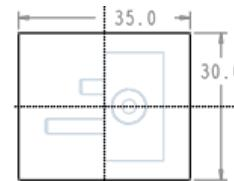

图 10.6 截面草图
(1) 选择命令。单击 **模具** 功能选项卡 **形状** ▾ 区域中的 **拉伸** 按钮。
(2) 创建实体拉伸特征。
① 选取拉伸类型。在出现的操控板中，确认“实体”类型按钮 被按下。
② 定义草绘截面放置属性。在绘图区中右击，从系统弹出的快捷菜单中选择 **定义内部草绘...** 命令。选择 MOLD_RIGHT 基准平面作为草绘平面，草绘平面的参考平面为 MAIN_PARTING_PLN 基准平面，方位为 **左**；单击 **草绘** 按钮，至此系统进入截面草绘环境。
③ 绘制截面草图。进入截面草绘环境后，选取 MOLD_FRONT 基准平面和 MAIN_PARTING_PLN 基准平面为草绘参考，然后单击 **关闭(C)** 按钮，截面草图如图 10.6 所示；完成特征截面的绘制后，单击“草绘”操控板中的“确定”按钮 。